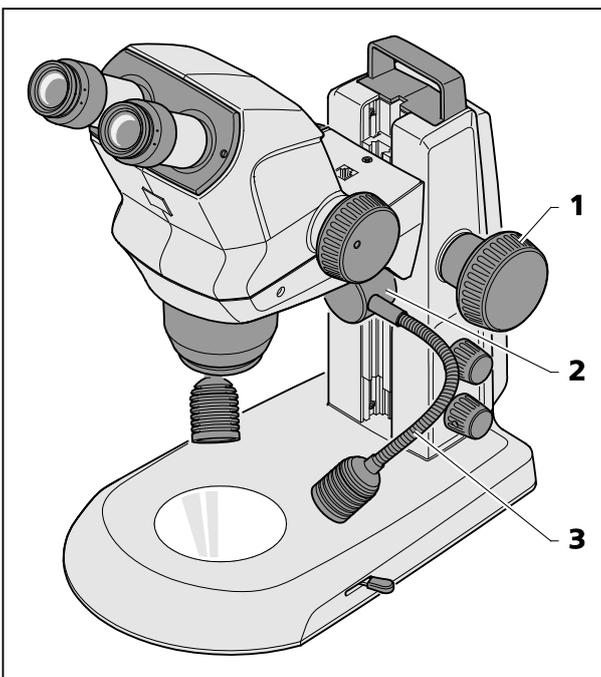

Fig. 16 Double spot
- Montez le corps de microscope en position de butée maximale au moyen de la molette de mise au point (Fig. 16/1).
- Appliquez le double spot sur le rail et glissez-le à la hauteur désirée (Fig. 16/2).
- En courbant les deux flexibles en col de cygne (Fig. 16/3), réglez les spots de manière à éclairer l'objet de manière optimale.